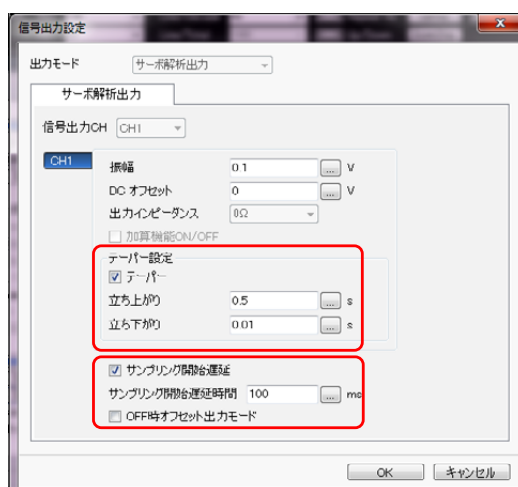

図4 信号出力設定
⑦ 信号出力を設定します。[入出力設定（メニュー）] - [信号出力設定] から下図4のように設定しています。